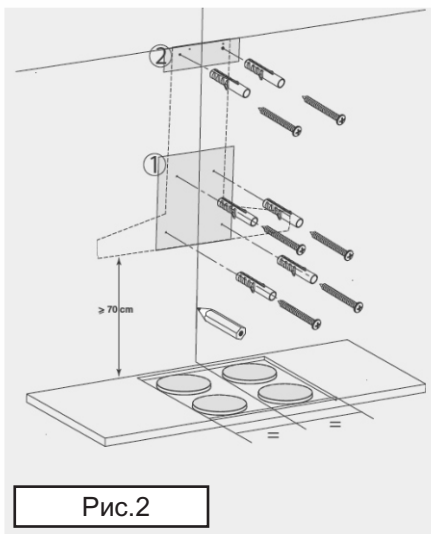

Рис.2
- Приложите к стене крепежную пластину (**рис.2**).